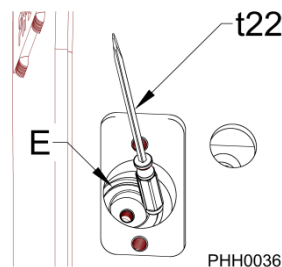

Figura 9
3. Aplique grasa a la clavija de retención (D) y luego instálela.
4. Instale el anillo de la clavija de retención (E) con el mango de un destornillador (t22), como se muestra en la figura 9.